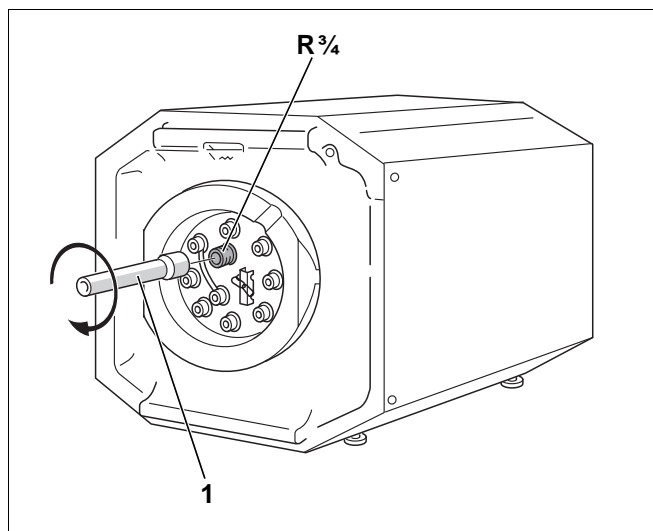

Рис. 6 Установка трубы для транспортировки (передняя сторона бака)
- Изготовить трубу для транспортировки (рис. 6, поз. 1) с муфтой Rp^{3/4}.